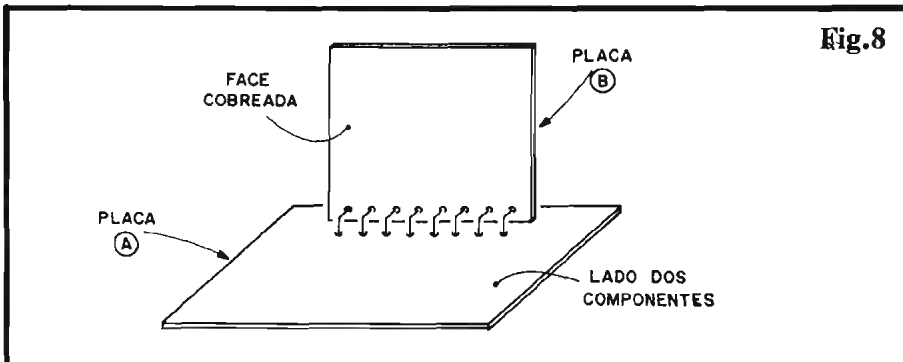

Fig.8
- **FIG. 8 - MAIS DETALHES SOBRE A INTER-CONEXÃO DAS PLACAS** - Numa diferente perspectiva (com relação à figura anterior...), vemos as duas placas ("A" e "B") já interligadas, claramente apresentados os "L" de fio rígido e nú (em número de 8, conforme já informado...), estabelecendo o "casamento" eletro/mecânico dos dois módulos Impressos. Lembremos que os fiozinhos rígidos que "interfaceiam" as placas permitem uma certa flexibilidade final na angulação entre os dois Circuitos Impressos, de modo a eventualmente corrigir-se alguma irregularidade mecânica e também facilitando a acomodação final na caixa escolhida, "janela" para a "tela" (**display**), etc.